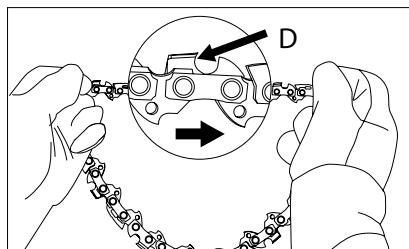

Рис. 7
5. Разместете верига в кръг, като насочите режещи ръбове (D) в съответствие с указатели на защитния капак и на шината на триона (рис. 7).